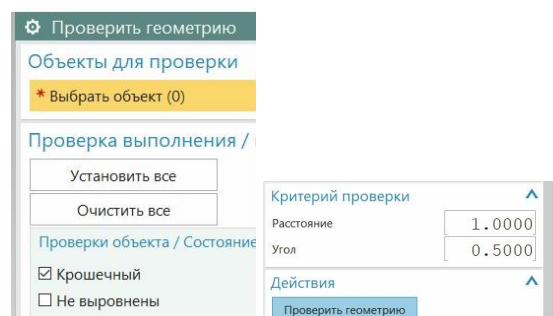

Рис.127
- Мы постараемся найти это отверстие с помощью команды «**Проверить геометрию**». Вызовите эту команду, и включите проверку на «крошечные» элементы (рис.127).